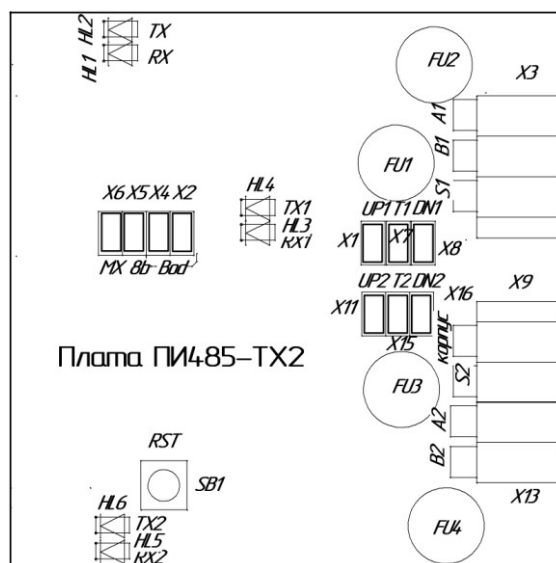

Рисунок 3.7
3.8 На плате интерфейса ПИ-485ТХ2 (А3) установлены разъемы X3, X9, X13 для подключения интерфейса RS485 для связи с адресными приборами системы (см. рисунок 3.7).